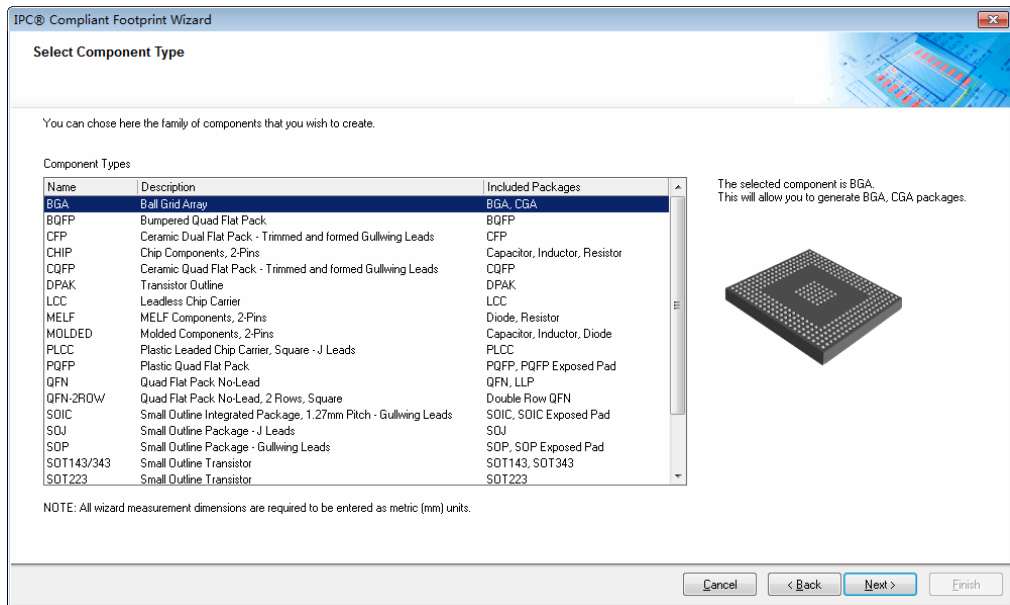

图 18-41 IPC 封装向导之元件类型选择界面
(1) 打开例 18-7 中的 PCB_Footprints.PcbLib 文件，执行菜单命令 Tools » IPC Compliant Footprint Wizard，打开向导首页。
(2) 单击 Next 按钮，进入选择元件封装类型对话框，如图 18-41 所示，选择 BGA 封装。